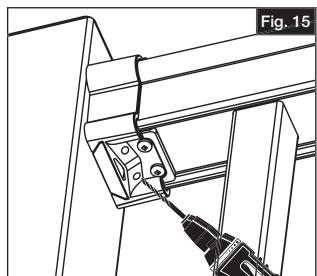

Fig. 15
- Enfoncer les deux autres vis à un angle de 45 degrés à travers le support jusqu'à dans le poteau, à partir des fentes sur la partie inférieure du support de main courante (Fig. 15).